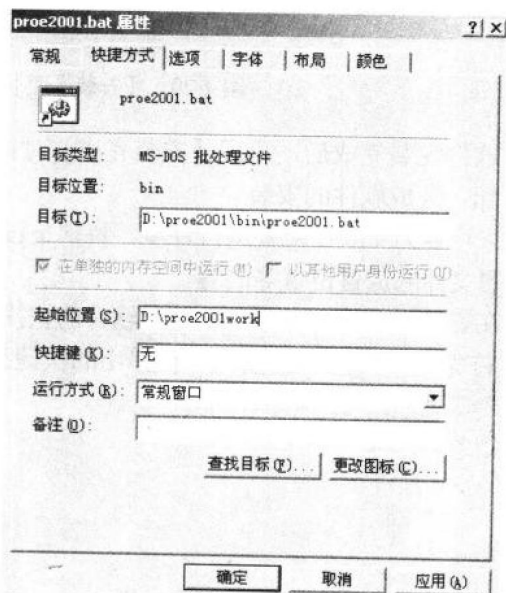

图 1-25 【属性】对话框
- (28) 在出现的【属性】对话框中，选取【快捷方式】选项卡，如图 1-25 所示。
- (29) 在【起始位置】文本框中，输入软件配置文件放置的位置，如图 1-25 中输入的是“D:\proe2001work”，说明软件的起始位置是在这个目录中。